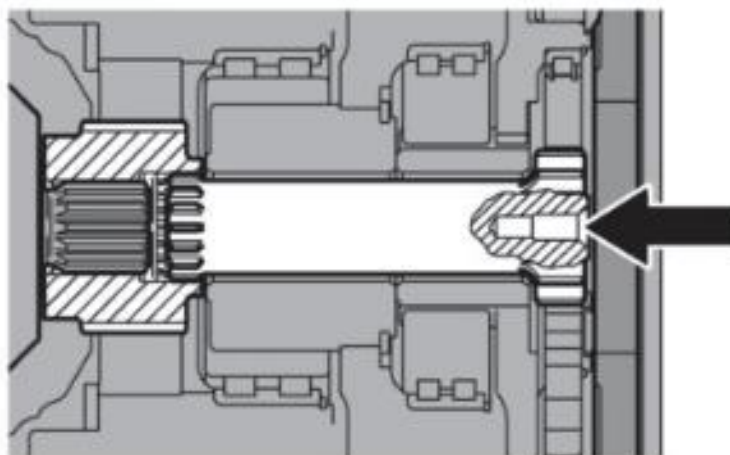
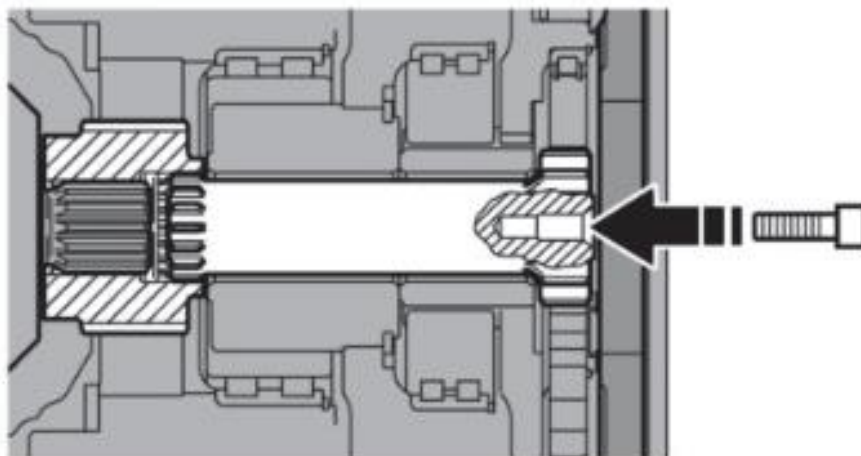

Рисунок 3.37. Резьбовое отверстие в шлицевом вале
Рисунок 3.38. Установка болта
- В резьбовое отверстие шлицевого вала, рис. 3.37 (показано стрелкой), вкрутить болт М8х80 ГОСТ 7798-70, рис. 3.38.